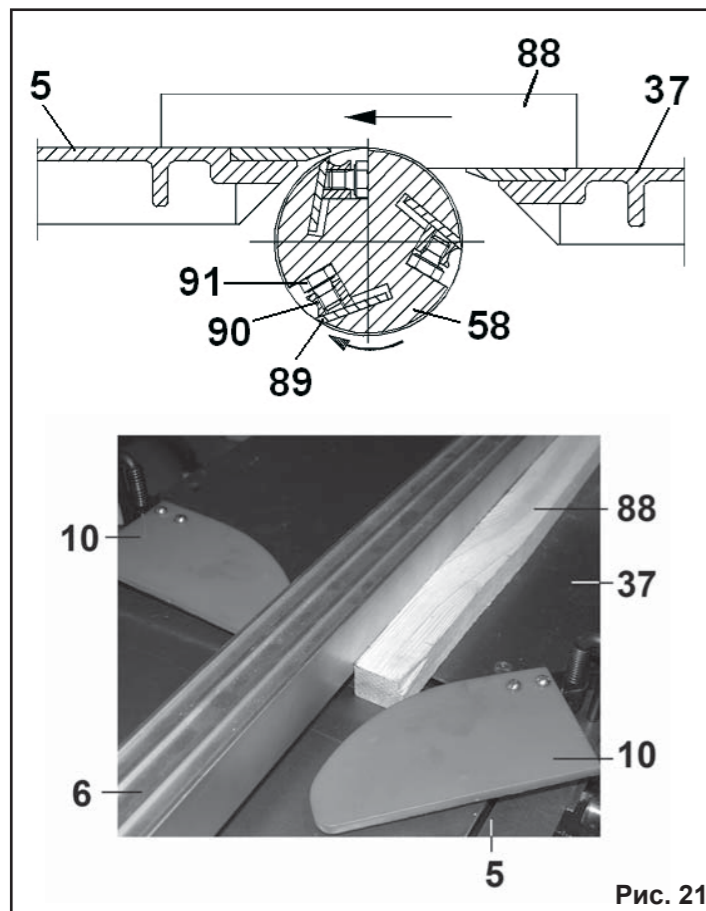

Рис. 21
8.2.4. Ослабьте фиксацию винтов (56), переместите двигатель (22) в верхнее положение, зафиксируйте винты (56). На шкивы (51 и 55) установите два ремня передачи (48). На шкивы (53 и 55) установите ремень передачи (54). Произведите натяжение ремней (48), для чего ос-
вой стороны приёмного стола (5), для чего установите три строгальных ножа (89) в торце рабочего вала (58) строго в одной плоскости так, чтобы они выступали за торцевую плоскость строгального вала (58), но не более чем на 0,05 мм, Рис. 21, 25.
9.4.2. Установите и закрепите в выбранном положении направляющую планку (6) строго параллельно краю приёмного стола (5).